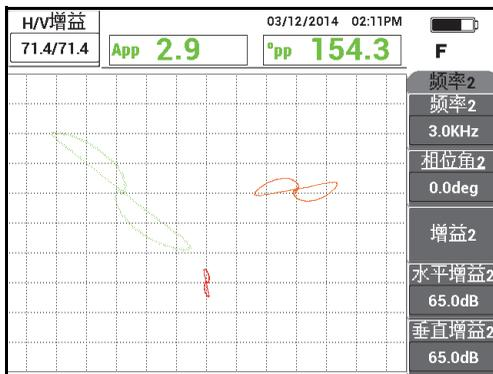

图 5-139 调节频率 1 的增益
4. 按增益键 (**dB**)，然后增加频率 1 增益，直到孔的信号达到大约 4 个垂直分区的高度（参见第 211 页的图 5-139）。